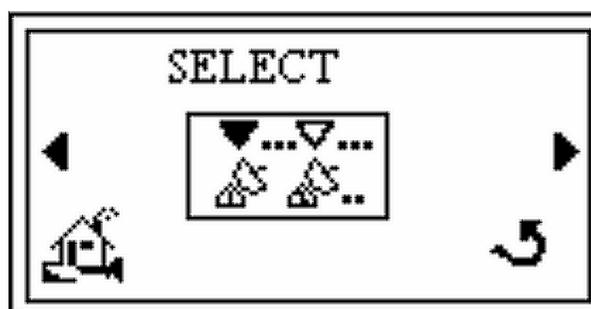

Figura 2-29 Schermata Select (Selezione)
4. Premere **Enter** (Invio) per visualizzare la schermata *Select* (Selezione) (Figura 2-29).